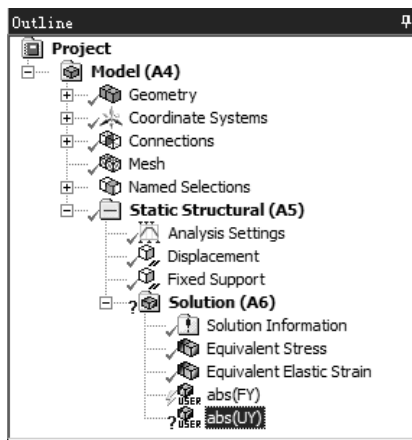

图 9.7.32 插入用户定义结果
(2) 修改名称。在“Outline”窗口中右击 **User Defined Result** 节点，在弹出的快捷菜单中选择 **Ren** **Rename** 命令，修改其名称为 abs (UY)，结果如图 9.7.32 所示。